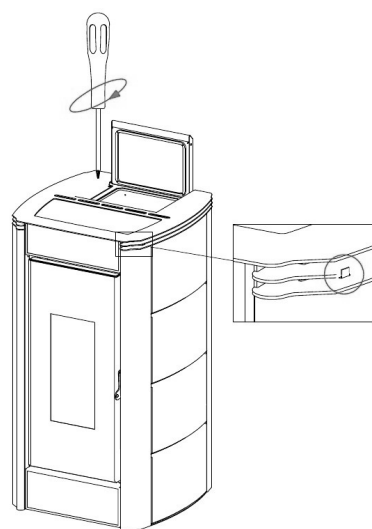

Fig. 36 - Umiejscawianie pokrywy
- Umieścić pokrywę w pozycji, wyśrodkowując stosowne ząbki (patrz **Fig. 36**).